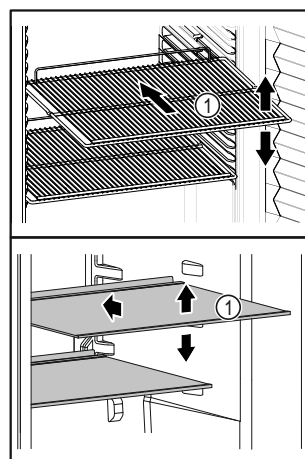

Fig. 22 Reprezentare exemplificativă
- ☐ Dacă polițele Fig. 22 (1) pot fi mutate, adaptați-le în funcție de înălțime.